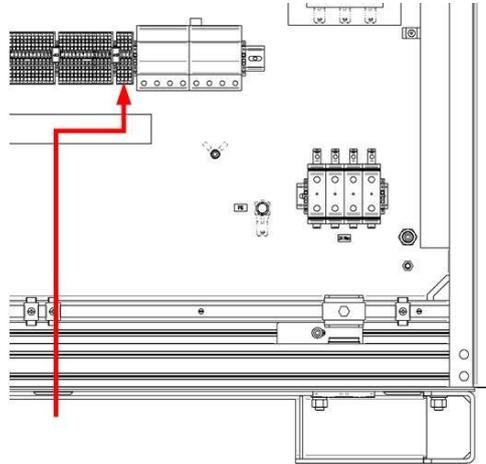

Abbildung 20: Kabelführung Klemmleiste (-X17)
1. Klemmleiste (-X17) **lokalisieren** (Abbildung 20).